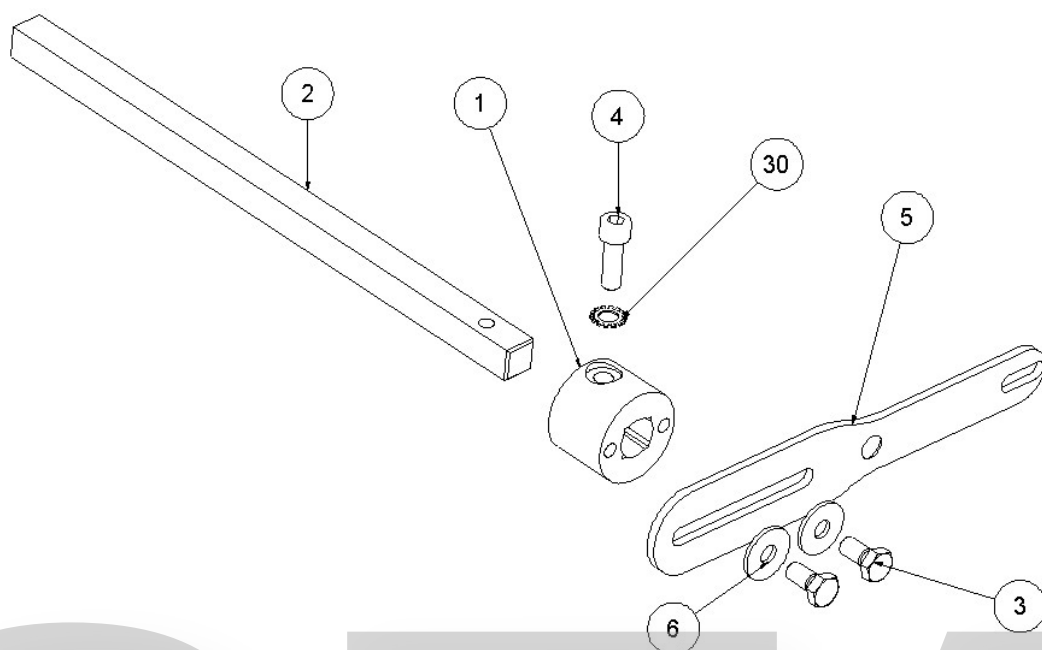

Figure.2
2. **ASSEMBLAGE DES BRAS ET DES TIREURS:** Assemblez chacun des deux axes bras (2) à un support (1) au moyen de un vis DIN 912 M8 x 25 (4) et un rondelle éventail DIN 6798 M8 (30), puis assemblez à leur tour les goujons à un tireur (5), en utilisant deux vis M8 x 16 DIN 933 8.8 (3) et deux rondelles DIN 9021 M8 (6). Les noyages des trous du tireur doivent rester orientés vers l'intérieur, – Fig. 2 –.